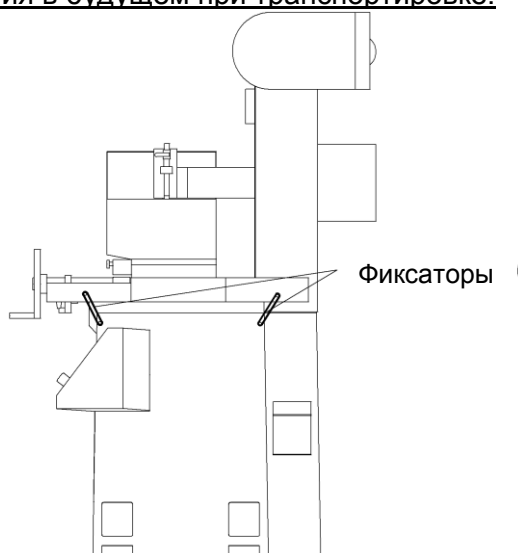

Рис.4.3
- (6) Перепроверьте еще раз все крепления и фиксаторы, смотри Рис.4.3.
- (7) Проверьте подъемный крюк.
- (8) При перемещении грузчики должны держаться отдельно от станка, недопускать появления людей под поднимаемым грузом или в опасной близости от него.
- (9) Грузчики должны иметь соответствующую квалификацию и допуск к проведению работ.
- (4) Перепроверьте еще раз все крепления и фиксаторы, смотри Рис.4.3.
- (5) Оператор погрузчика должен иметь соответствующую квалификацию и допуск к работам.
На Рис.4.3 показано место установки 3х фиксирующих винтов - M8x1,25P.